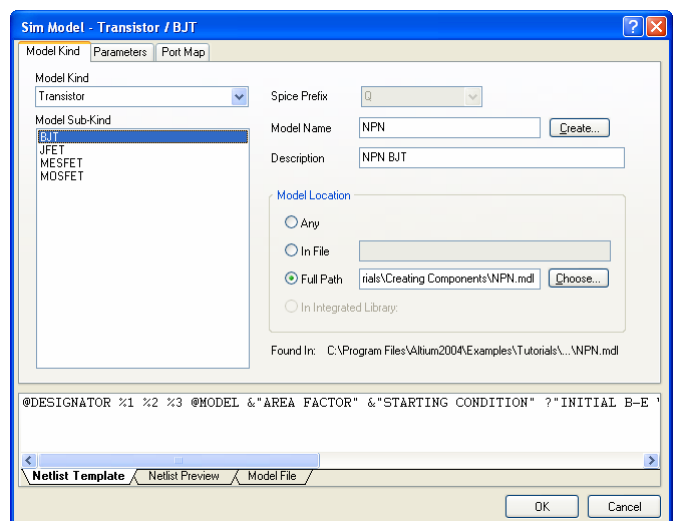

図 20 NPN モデルの設定
6. NPN はトランジスタですので、**Model Kind** のドロップダウン・リストから **Transistor** を選択します。ダイアログは、*Sim Model - Transistor/BJT* ダイアログになります (図 20)。